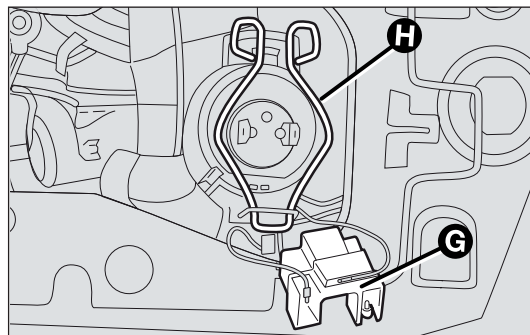

fig. 145
- ☐ asportare il connettore G-fig. 145;
- ☐ sganciare la molletta ferma lampada H-fig. 145;